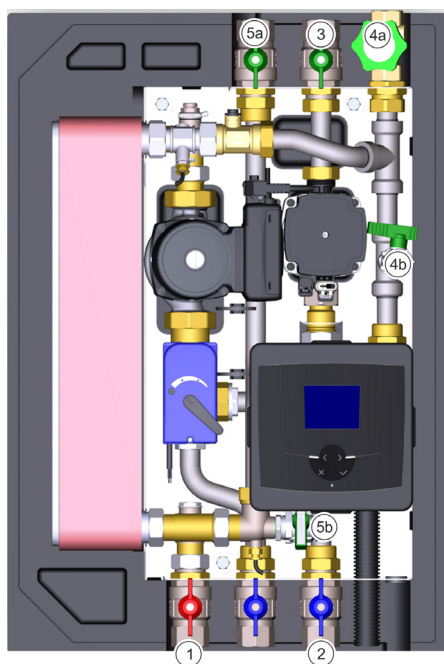

Fig. 26: Gruppo di carica
Aprire lentamente il collegamento primario approvvigionamento di calore mandata. (fig. 26/1)
- Aprire il collegamento primario approvvigionamento di calore ritorno (fig. 26/2).